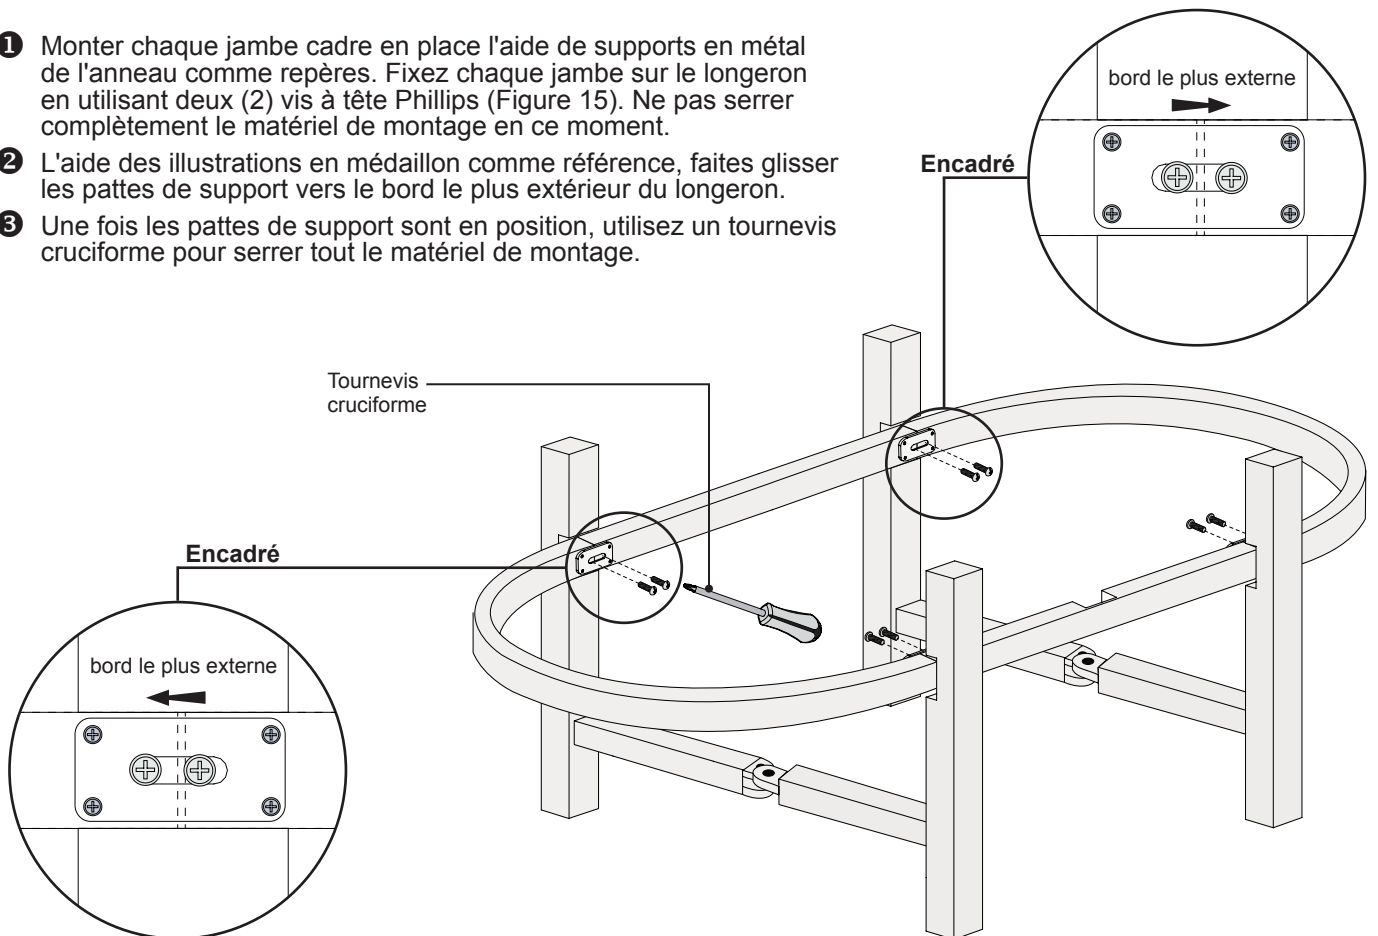

Figure 15. Assemblée à ossature de bois
- ① Monter chaque jambe cadre en place l'aide de supports en métal de l'anneau comme repères. Fixez chaque jambe sur le longeron en utilisant deux (2) vis à tête Phillips (Figure 15). Ne pas serrer complètement le matériel de montage en ce moment.
- ② L'aide des illustrations en médaillon comme référence, faites glisser les pattes de support vers le bord le plus extérieur du longeron.
- ③ Une fois les pattes de support sont en position, utilisez un tournevis cruciforme pour serrer tout le matériel de montage.